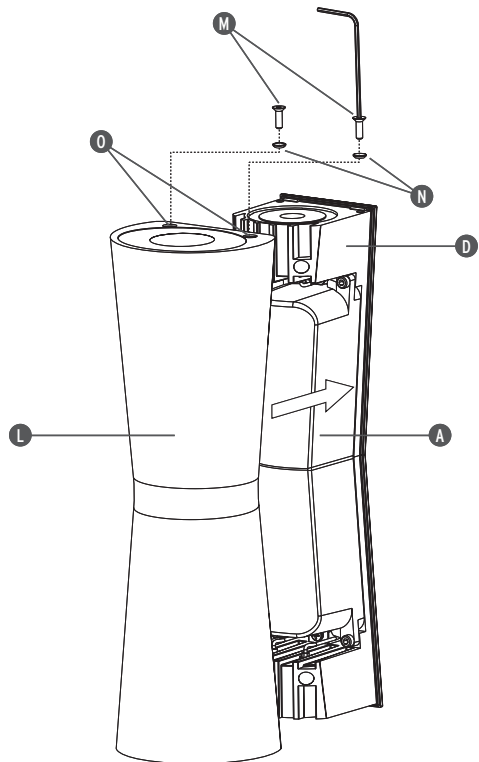

Fig. 5
- <IT> Fig.5 Rimontare la copertura (A); montare il corpo esterno (L) sul corpo interno (D) con le viti (M) in dotazione avendo cura di posizionare correttamente le rondelle (N) nelle apposite sedi (O).
- <GB> Fig.5 Remount the cover (A); mount the external body (L) onto the internal body (D) with the screws (M) included taking care to put the washers (N) in the correct positions (O).
- <DE> Abb.5 Montieren Sie wieder die Verkleidung (A); montieren Sie den Außenkorpus (L) am Innenkorpus (D) mit den beige-packten Schrauben (M). Achten Sie dabei darauf, dass die Scheiben (N) richtig in die entsprechenden Sitze (O) eingesetzt werden.